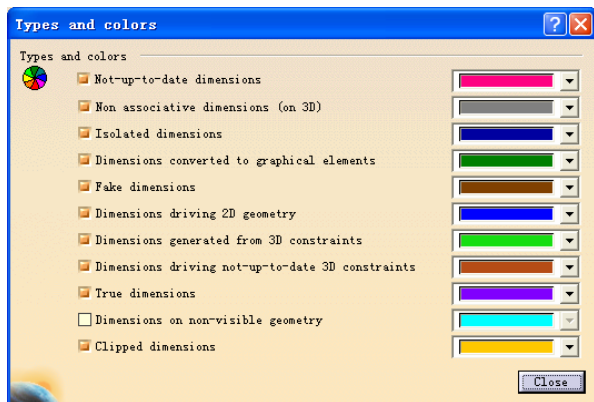

图 6-80
- Types and colors: 用于更改各项标注显示的颜色, 单击该按钮后会出现如图 6-80 所示的对话框, 可以改变不同情况下标注的颜色。